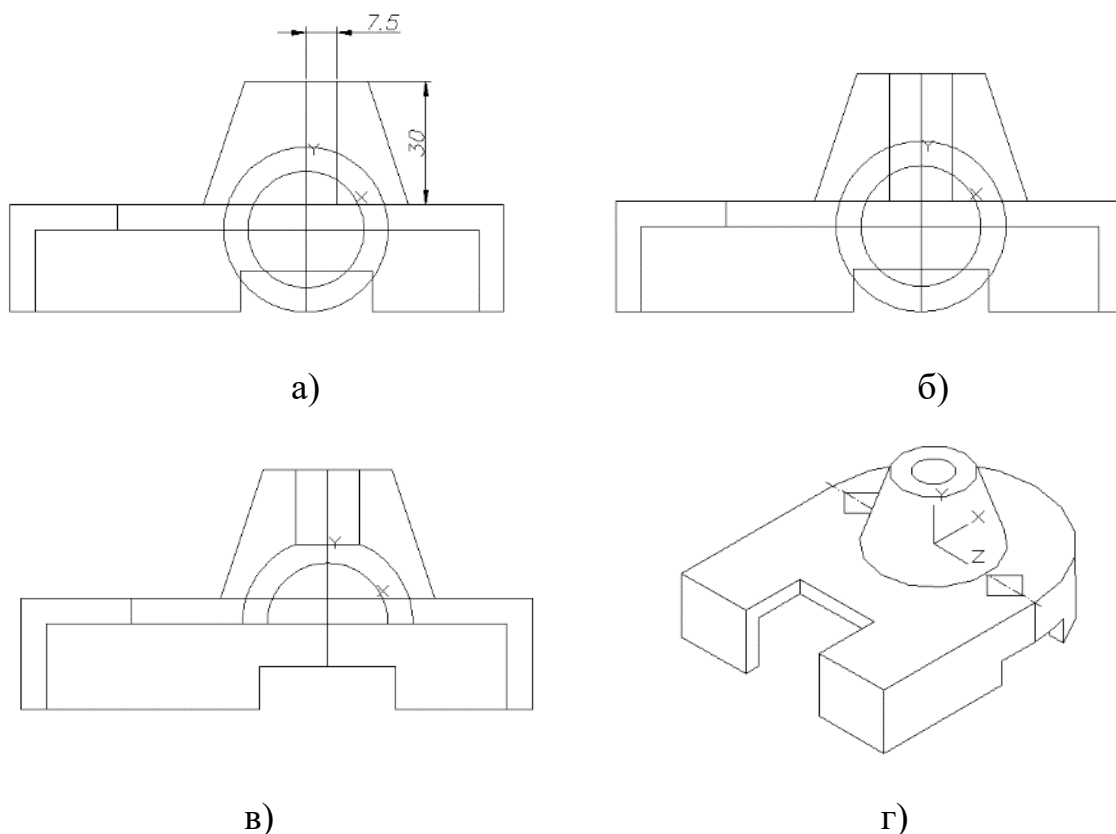

Рисунок 7.2.9 – Построение цилиндра и сферы
- Командой **Вращение** повернуть прямоугольник вокруг оси **Y** на 360. Рисунок 7.2.9б.
- Результат построений можно посмотреть установив Юго-западную изометрию и использовать команду **Скрыть**. Рисунок 7.2.9г.